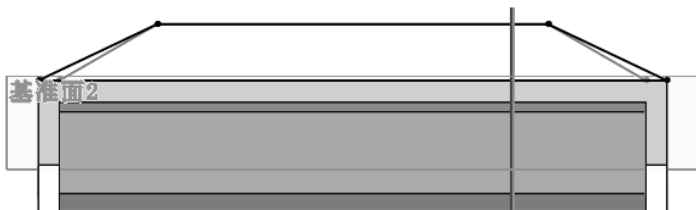

图 4-58 绘制放样草图 2
**16** 绘制放样草图 2。在左侧的“FeatureManager 设计树”中用鼠标选择“基准面 2”作为绘制图形的基准面。单击“草图”控制面板中的“直线”按钮，绘制草图如图 4-58 所示。单击“退出草图”按钮，退出草图。